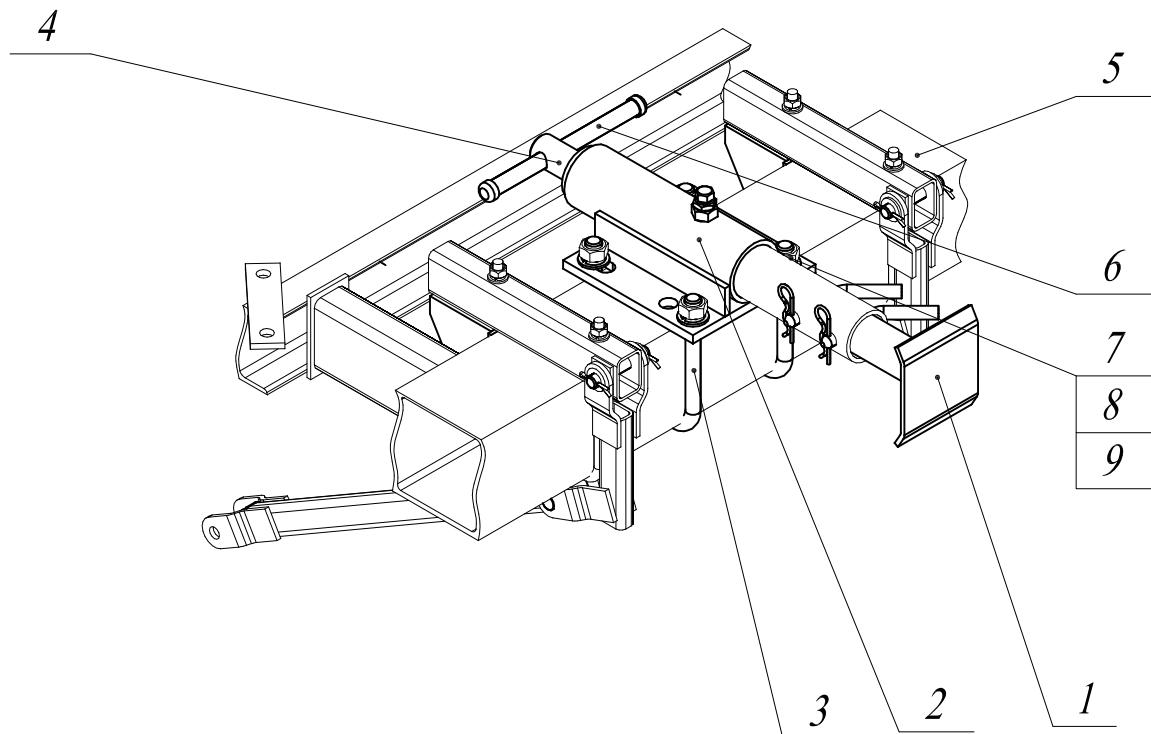

Рис.6 Опора стояночная СГВ 00.060.
2.1.4. Стояночная опора (рис.6) служит для обеспечения устойчивого положения сцепки в отцепленном положении. Опора состоит из корпуса 2, винта 4, пяты 1, рукоятки 6. Закрепляется опора на трубе боковой балки скобами 3 и гайками М20. Прокручиванием винта 4 в корпусе 2 регулируется высота опоры.